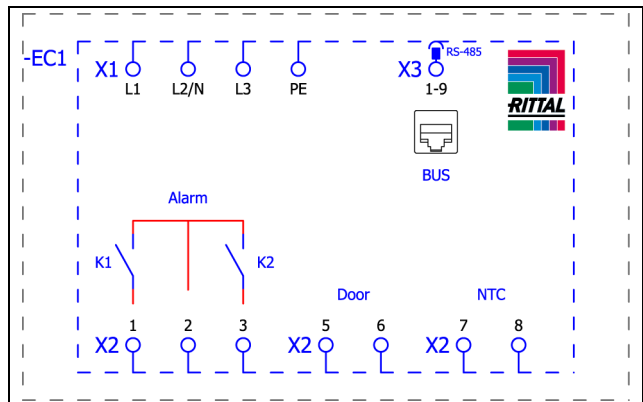
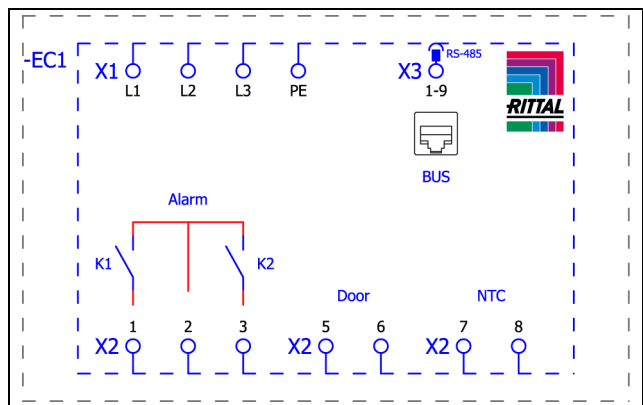

Fig. 17 : plan de connexion SK 3186x3x, SK 3187x3x et SK 3185x3x
Fig. 18 : plan de connexion SK 3188x4x et SK 3189x4x
- Sortir la fiche d'alimentation du sachet d'accessoires et établir l'alimentation du réseau conformément à l'identification correspondante des raccordements (fig. 17 ou fig. 18).